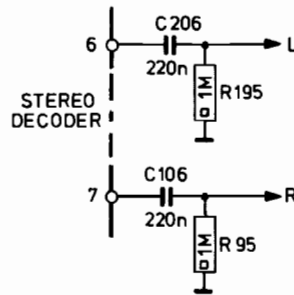

Fig. 1
Tijdens het overschakelen van mono naar stereo is een "plop" te horen. Deze kan men verminderen door een integrerend netwerk toe te passen, bestaande uit een C en R. Volgens fig. 1, die deze "plop" onderdrukt.
Dit is gedurende de productie ingevoerd (Fig. 1).
Lorsqu'on commute de mono à stéréo on entend un son creux. Ce son a pu être atténué en adoptant un réseau intégré composé d'un condensateur et d'une résistance (voir fig. 1). Cette solution a été introduite en cours de production.
Beim Umschalten von Mono nach Stereo ist ein kurzer "dumpfer Ton" hörbar. Um diesen "dumpfen Ton" zu unterdrücken, kann man ein integriertes Netzwerk, bestehend aus einem C und R, gemäss Abb. 1 anordnen. Diese Änderung wurde während der Produktion eingeführt.
- . Een extra print is opgenomen, waarop een deel van de voeding is geïntegreerd. Het schema is niet gewijzigd. De nieuwe print is in fig. 1 getekend.